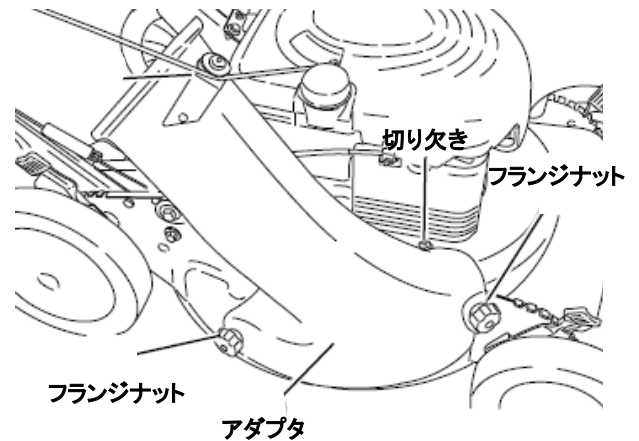

図3-12
1. 集草するときにはアダプタを取り付けます。デッキから出ている3本のボルトに、アダプタの前後の2つの穴と上部の1つの切り欠きをはめて2つのフランジナットでしっかりと締め付けます。（図3-12）